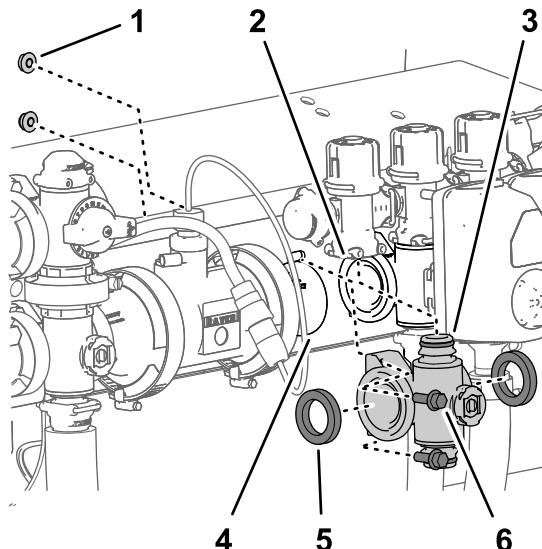
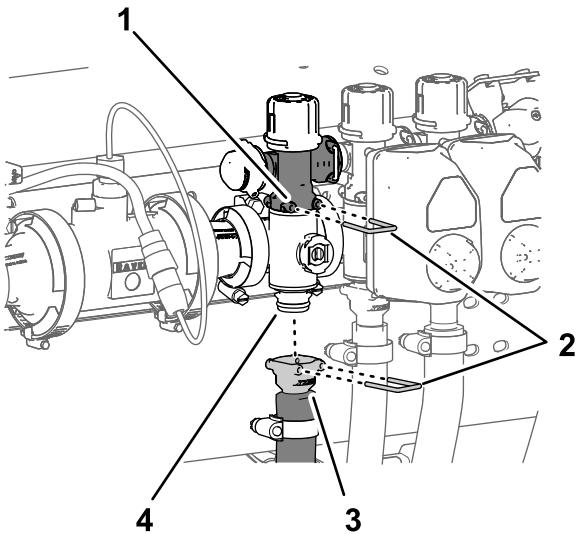

Рисунок 117
Рисунок 118
1. Совместите 2 прокладки, снятые при выполнении действий, описанных в разделе Демонтаж коллекторного клапана секции \(страница 92\), с фланцами коллектора клапана секции (Рисунок 117).
2. Совместите фланец коллектора клапана секции с фланцами другого клапана секции (клапанов секций) и/или переходного соединителя (Рисунок 117).
3. Вставьте быстроизъемный штуцер коллектора клапана секции в быстроизъемное гнездо перепускного клапана секции и зафиксируйте с помощью штифта быстроизъемного соединения (Рисунок 117 и Рисунок 118).
опору клапана (Рисунок 117) с помощью 2 болтов с фланцем (1/4 x 3/4 дюйма) и 2 фланцевых контргаек (1/4 дюйма), снятых при выполнении действий, описанных в разделе Демонтаж коллекторного клапана секции \(страница 92\).
8. Установите быстроразъемный соединитель шланга секции на быстроразъемный штуцер коллектора клапана секции и зафиксируйте при помощи штифта быстроразъемного соединения (Рисунок 118).